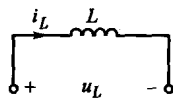

图 1.1-17
定义: 是一个理想电路元件, 见图 1.1-17, 当磁链 ψ 和电流 i_L 的方向符合右手定则时, 将 ψ 与 i_L 之比定义为电感 L , 即 $L = \psi/i_L$ 。单位为 H (亨利)。
②当两端电压 u_L 和电流 i_L 的参考方向符合图 1.1-17 中的关联方向时, 两变量的约束关系为